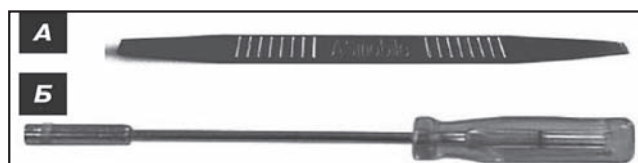

Рис. 22. Специальная пластина (а) и распорная отвертка (б)
- специальную пластину для разборки (рис. 22а), которая позволяет открывать крышки и при этом избегать царапин;
- специальную распорную отвертку (рис. 22б) для закрепления/удаления распорных винтов или винтов с шестигранной головкой.